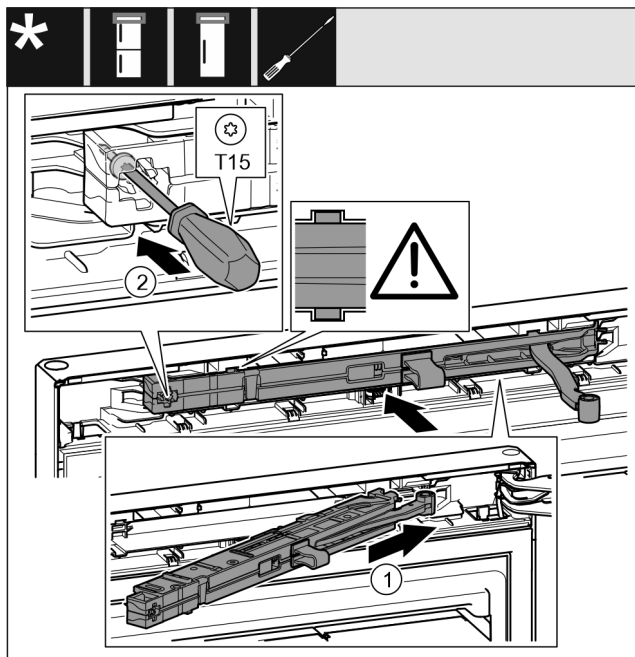

Fig. 29
- ▶ Empuje la unidad del amortiguador de cierre Fig. 29 (1) hacia el hueco sobre el lado del soporte del cojinete en ángulo hasta el tope.
- ▶ Apriete el tornillo Fig. 29 (2) con un destornillador.